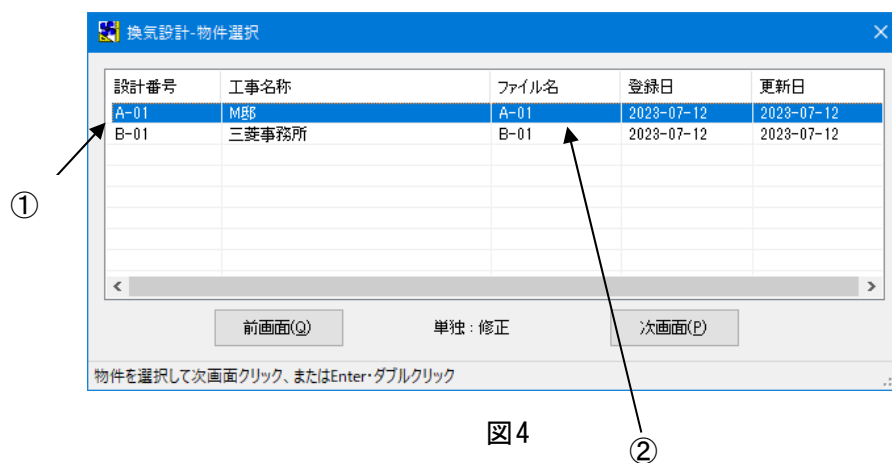

図4
- ・設計番号(図4-①)とファイル名(図4-②)は、修正、削除、出力の際、表示されますので、確認することができます。